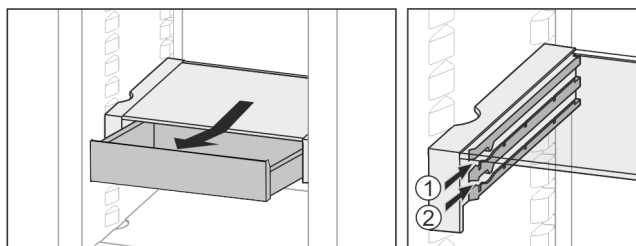

Fig. 35
- ▶ Na dowolnej wysokości Fig. 35 (1) lub Fig. 35 (2) wsuwać.